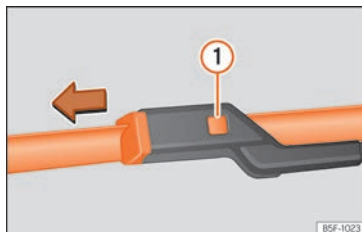

Fig. 159 Cambio de las escobillas del limpiaparabrisas.
- Mantenga presionada la tecla de desbloqueo »»» **fig. 159** ① tirando ligeramente de la escobilla en el sentido de la flecha.